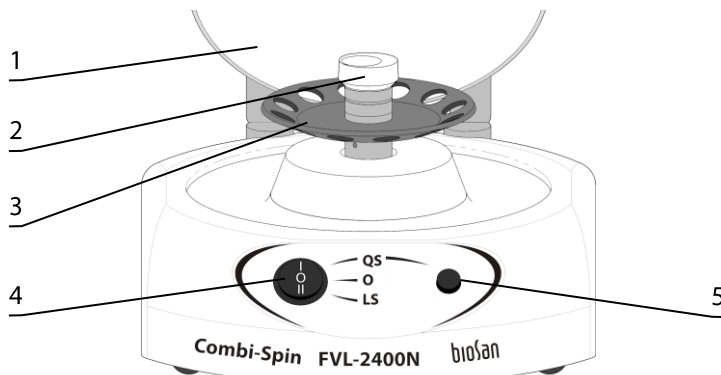

Рисунок 2. FVL-2400N
5.2.2. **Быстрое центрифугирование.** Откройте крышку (рис. 2/1). Вставьте пробирки в ротор, соблюдая равновесие. Закройте крышку. Переведите переключатель питания (рис. 2/4) в положение I (QS). Нажмите и держите нажатой кнопку QS (рис. 2/5) для центрифугирования. После отпущения кнопки ротор останавливается. Переведите переключатель питания в положение O (выключено), откройте крышку и извлеките пробирки.
5.2.3. **Вортексирование.** Уберите все пробирки из ротора и закройте крышку. Переведите переключатель питания в положение I (QS). Мягко держа пробирку за верх, прижмите низ пробирки к углублению головки вортекса (рис. 2/2). Для вортексирования, нажмите и держите нажатой кнопку QS. После отпущения кнопки ротор останавливается. Переведите переключатель питания в положение O.